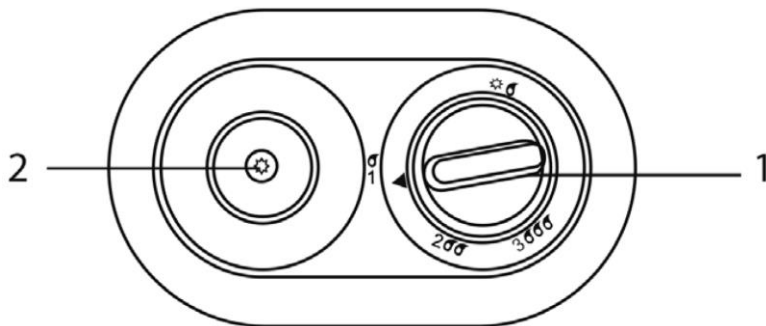

Рисунок 8
2. Нажмите и плавно поверните ручку регулировки газа на панели управления в положение (1σ) (рисунок 8). Продолжайте удерживать в нажатом положении ручку регулировки газа в течение 20-30 секунд. Одновременно несколько раз нажимайте кнопку пьезоподжига, до тех пор, пока не загорится запальная горелка. Каждый раз, как Вы нажимаете на кнопку пьезоподжига, Вы можете слышать громкий щелчок и видеть искру на электроде пьезоподжига. Продолжайте удерживать ручку регулировки газа в нажатом положении в течение 10-15 секунд с момента зажигания факела запальной горелки для активации датчика наличия пламени.